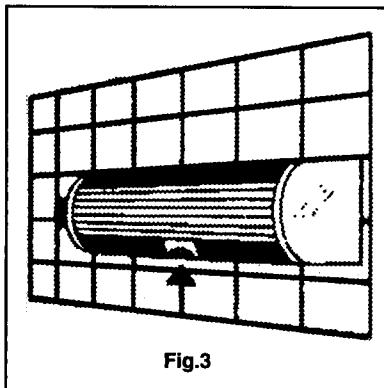

Fig.3
3. Hold VOLUME-AIRE directly against grill (Fig. 3).
3. Coloque el VOLUME-AIRE directamente contra la rejilla (Fig. 3, p.4).